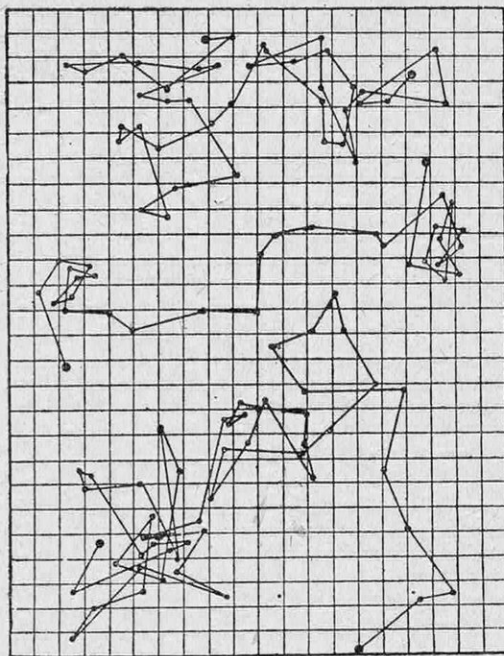

FIG. 2. — COMMENT JEAN PERRIN EST PARVENU A DÉNOMBRER LES MOLÉCULES
Dans ce but, il eut recours aux *mouvements browniens*, découverts, il y aura bientôt un siècle, par le botaniste anglais Brown : lorsqu'une parcelle (solide ou liquide) est en suspension dans de l'eau, elle est le siège d'une agitation désordonnée, parfaitement incohérente, d'autant plus intense que les dimensions sont plus minimales ; de même, un bouchon obéit, mieux qu'un transatlantique, aux vagues de la mer. Ici, les vagues sont les mouvements des molécules, qui assaillent la parcelle de tous côtés ; Perrin mesura donc les déplacements des parcelles visibles (fig. 2) sous l'influence des molécules invisibles et, en appliquant les calculs d'Einstein et de Smoluchowski (1), il déduisit le nombre des molécules présentes dans une portion de matière quelconque, par exemple dans une goutte d'eau. Le nombre obtenu est tellement fantastique que, si nous étions capables de séparer toutes les secondes des tas d'un milliard de molécules, nous ne viendrions à bout de notre goutte d'eau qu'après quarante siècles... Ces expériences ont été relatées en détail, pour le grand public, dans un livre vivant et bien écrit, que Perrin a intitulé *les Atomes* (Alcan), qui connut déjà seize éditions et où on comprendra l'étonnante convergence des déterminations moléculaires.
(1) Savant polonais (1872-1917).